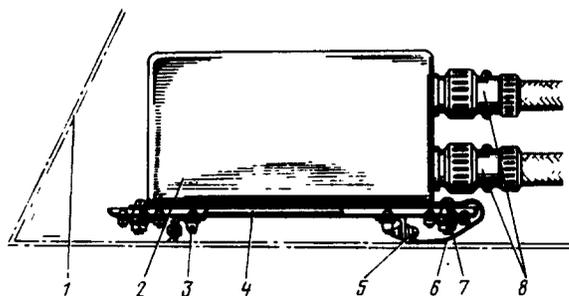

Рис. 119. Установленный исполнительный блок ССП-ФК-БИ:
- разъединить штепсельные разъемы 8 (рис. 119) у блока;
2. Установить блок ССП-ФК-БИ на амортизаторы панели 4 (см. рис. 119), закрепив его винтами. Предварительно под головку одного из винтов 7 поставить наконечник перемычки 6 металлизации. Установить блок, закрепив панель четырьмя винтами 3. Подсоединить перемычку металлизации к корпусу вертолета, закрепив ее винтом 5. Соединить и законтрить штепсельные разъемы 8.